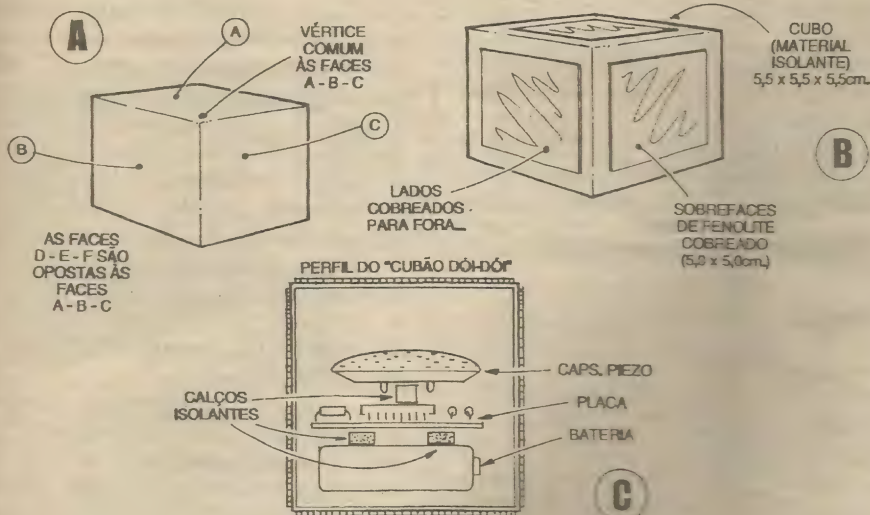

Fig. 5
- FIG. 5 - **DETALHANDO A CONSTRUÇÃO DO CUBO, E AS LIGAÇÕES ÀS SUAS FACES METALIZADAS EXTERNAS...** - Primeiramente (**5-A**), vejamos o importante tema da *identificação* das faces do cubo. As faces **A, B e C** podem ser *escolhidas* pelo montador, à vontade, porém com um requisito fundamental: as três devem ter *um vértice em comum* ou seja, dois lados ou arestas de cada uma dessas faces, devem sempre convergir, todos, para um único *canto* do cubo (o tal *vértice comum*, VER FIGURA...). Fica então óbvio - também - o conceito de *face oposta*, ou seja, as que se confrontam a **A, B e C** (e que podemos, a título de identificação apenas, chamar de